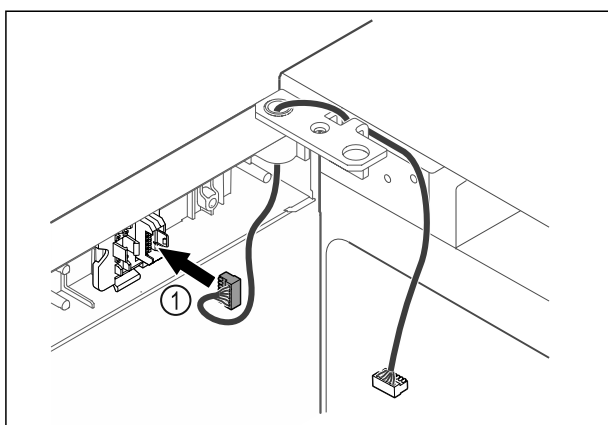

Fig. 60
- Inserire il connettore Fig. 60 (1) nel supporto connettori.